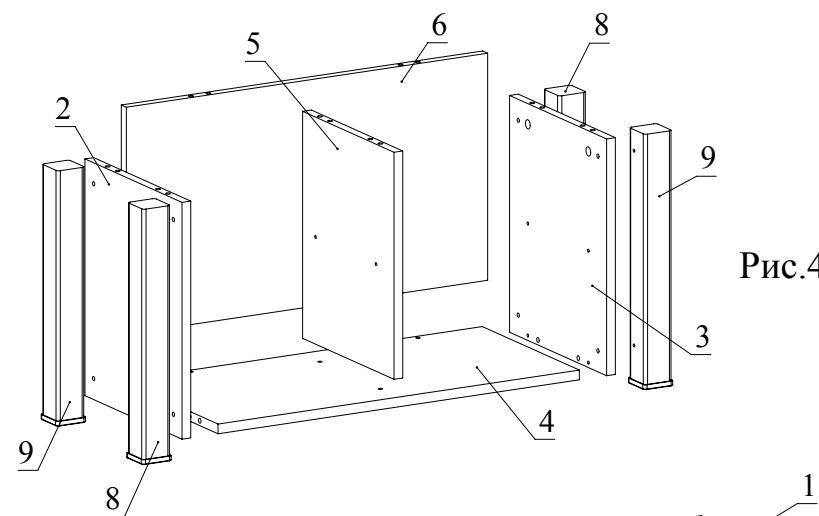

Рис.4
5. Установить деталь 4 между деталями 2, 3 и зафиксировать, повернув конфирматным ключом головки минификсов по часовой стрелке до упора (Рис. 4).
6. Соединить при помощи конфирматов деталь 5, 6 с деталью 4 (Рис. 4).